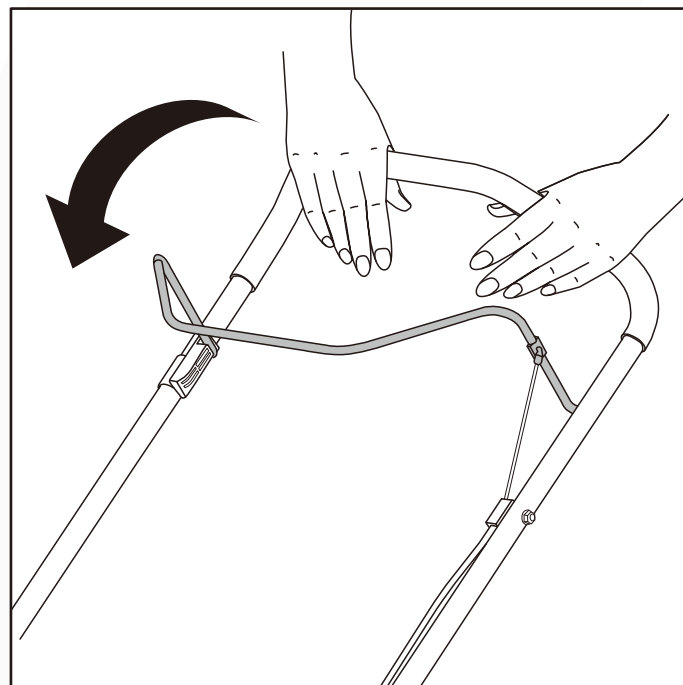

Fig.10B
2. Suelte la palanca para detener el barreno. (Fig.10B)